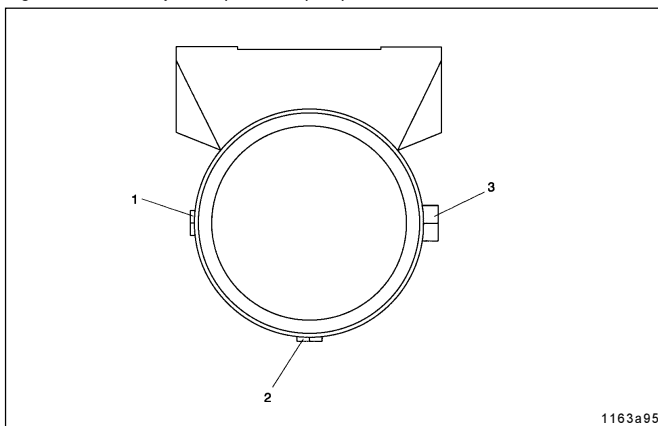

Fig. 7: - Disposition des éléments de pompe
- Si plusieurs éléments de pompe doivent être installés, tenir compte de la disposition montrée sur la fig. 7